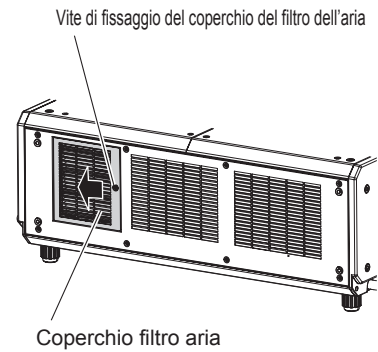

Fig. 2
2) Fare scorrere il coperchio filtro aria verso la direzione della freccia per chiudere (Fig. 2) e serrare la vite di fissaggio coperchio filtro aria facendo uso di un cacciavite Phillips.